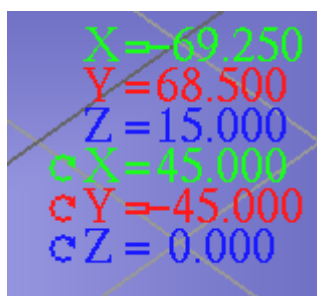

Рис. 1.3.10: Координаты и углы поворота
2. Показать или скрыть углы вида. Настройка, определяющая, показывать или скрывать углы вида. Они отображаются под координатами. Углы вида показывают, на сколько повернуто изображение и под каким углом (рисунок 1.3.10). По умолчанию отображение углов вида отключено.